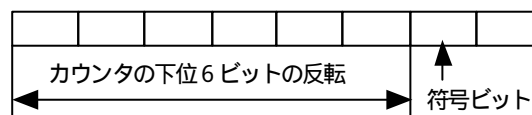

図 6 カウンタ読み出しインタフェース
(2)「割り込みルーチン」では「D C サーボカウンタ基板」内のエンコーダ信号のカウンタを読み込むが、このカウンタは 12 ビットの絶対値をカウントし、別に符号ビットを持っている。インタフェース部では図 6 に示すようにこのカウンタの下位 6 ビットの 0-1 の反転したものと符号ビットがコンピュータから見えるようになっている。「割り込みルーチン」中 `x=inportb(COUNTIN);` では次の内容が読み出されている。